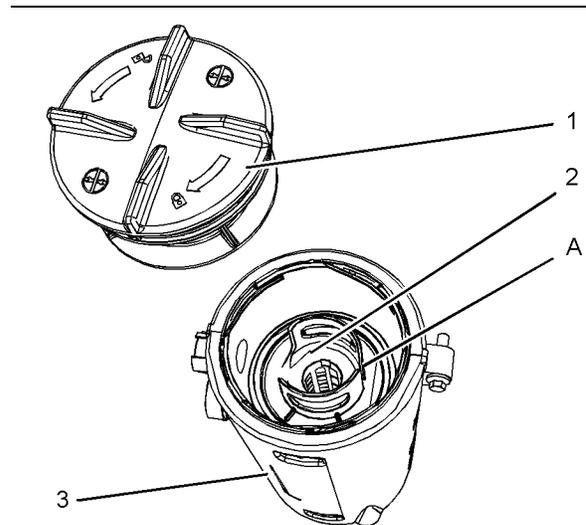

Abbildung 59
4. Die alte Dichtung (4) entfernen und neue Dichtung einsetzen.
5. Neues Filterelement in das Entlüftergehäuse (3) installieren und das Filterelement auf die Position (A) ausrichten. Siehe Abbildung 59. Die Position (A) am Filterelement an Position (B) am Deckel ausrichten.